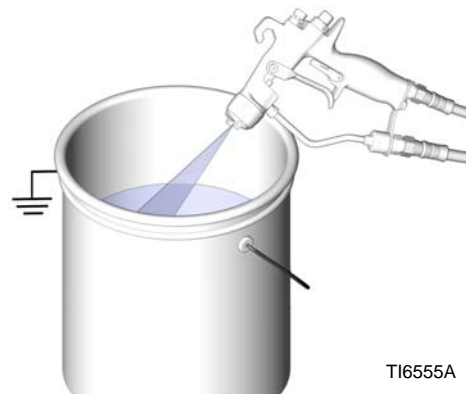

FIG. 11
5. Encoste firmemente uma parte metálica da pistola a um balde metálico ligado à terra. Acione a pistola para efetuar a descompressão. Consulte FIG. 11.